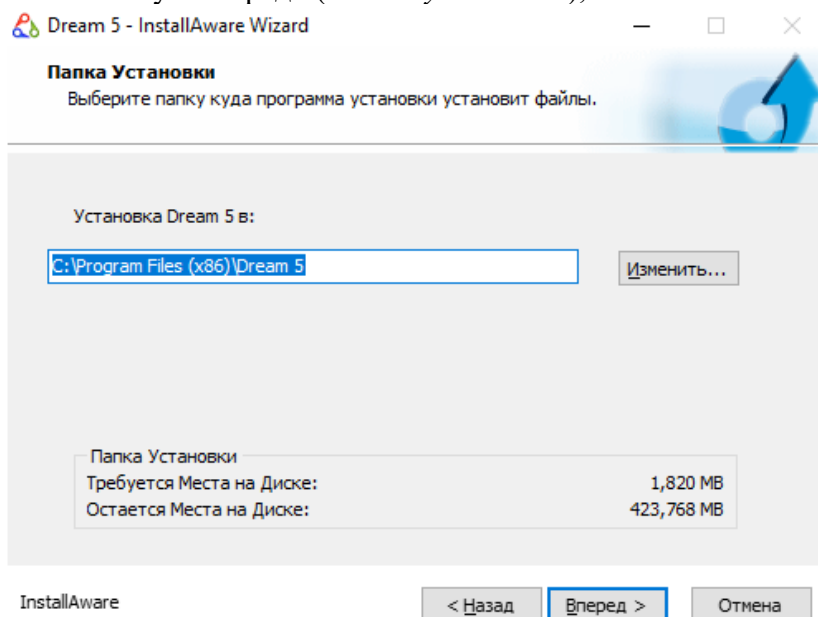

Рисунок 2.4.7
- выбрать папку для установки рабочих файлов программы «DREAM32 v.5» и нажать кнопку «Вперед» (см. Рисунок 2.4.7);